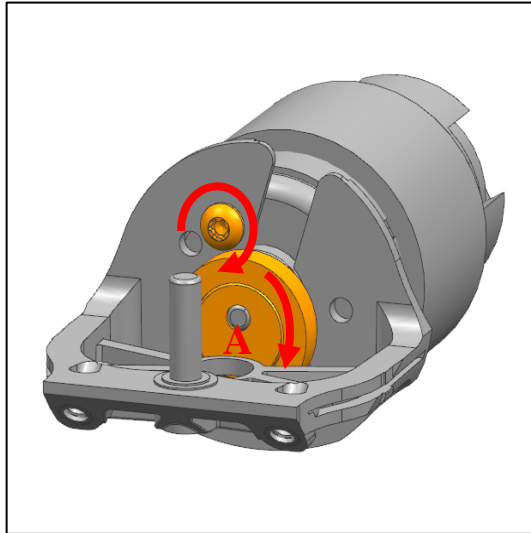

Abb. 33
- d) Drehen Sie den Exzenter (A), sodass Sie die obere Flanschbohrung gut zu erreichen ist. Schrauben Sie den Motorhalter mit einer Schraube mit 0,7Nm fest. Verwenden Sie dazu einen Torx-10 Drehmomentschlüssel (Abb. 33).